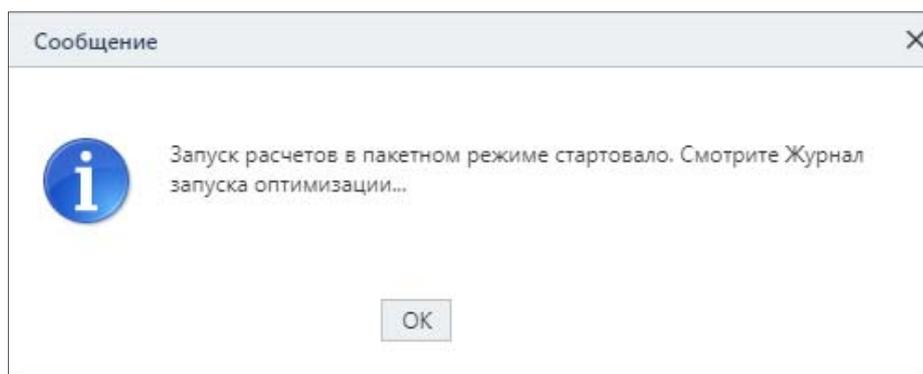

Рисунок 4.4.30 – Сообщение о запуске пакетного расчета
Для запуска пакетного расчета нужно нажать на кнопку (5) «Запустить расчет» (рис. 4.4.28), затем откроется окно «Запуск расчетов в пакетном режиме стартовал» (рис. 4.4.30).